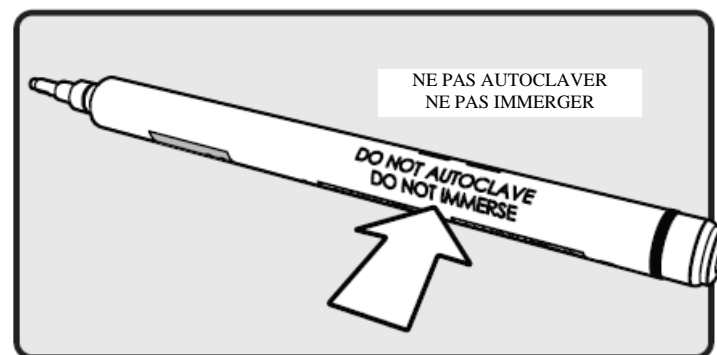

Figure 3 : Insert laser du HHL-1000
1. Un (1) insert laser (*Figure 3*) avec bouchon de protection de lentille